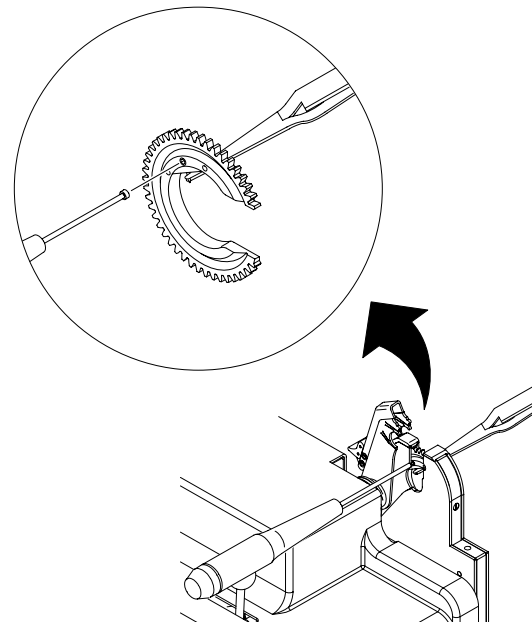

Figure 60 電極の取り外し
- 4 電極の止めネジを外します。Fig.60 をご参照ください。